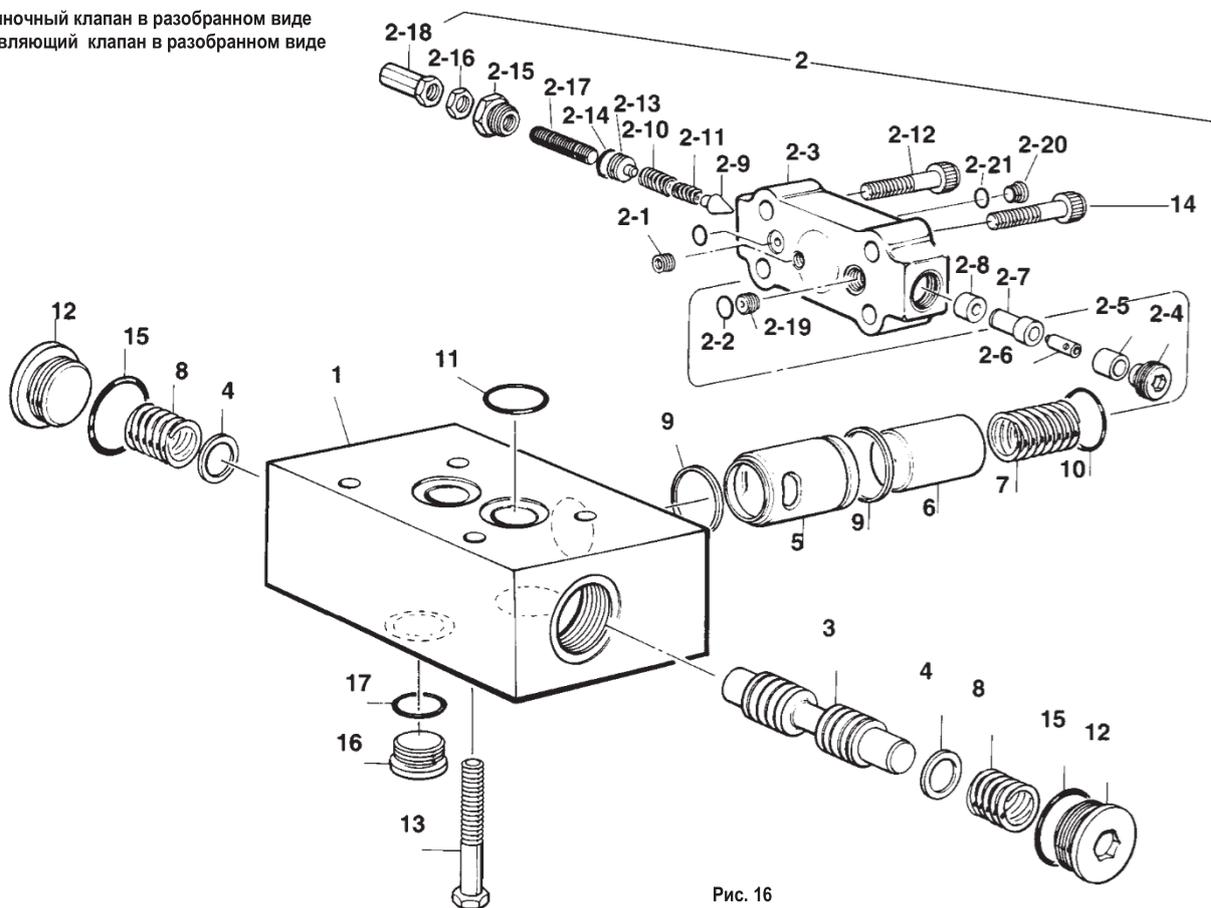

Рис. 16
См. рис. 16. Вставить седло (2-8) в корпус (2-3) и установить седло в нижнюю часть отверстия.
См. рис. 16. Смазать золотник (3) и вставить его в корпус клапана (1). Когда золотник полностью войдет в отверстие, подвигать его взад-вперед несколько раз, чтобы убедиться, что он свободно перемещается.
Смазать уплотнения квадратного сечения (11), показанные на Рис. 16, и вставить в раззенкованные отверстия на монтажной поверхности челночного клапана. Соблюдая осторожность, прикрепить челночный клапан к переходнику (22), изображенному на рис. 14, винтами с шестигранной головкой (13), показанными на рис. 16. Затянуть винты до момента 75 фнт·фнт (102 Н·м).